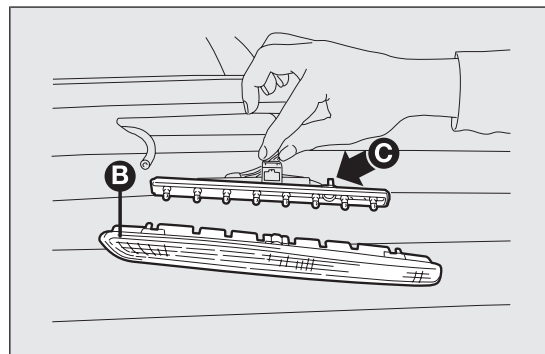

fig. 171
- ☐ estrarre il gruppo trasparente B fig. 171 e scollegare il connettore elettrico;
- ☐ agendo in modo contrapposto sulle alette C fig. 171 estrarre il portalampe;